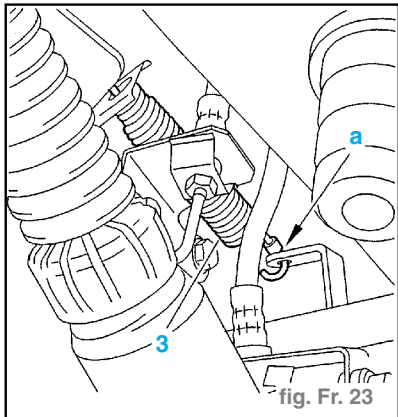

fig. Fr. 23
- Désaccoupler le ressort (3) en «a». (fig. Fr. 23)
- Déposer la vis (2).